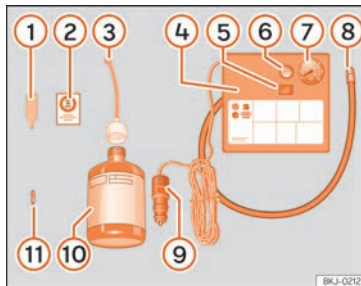

Fig. 68 Représentation standard : contenu du kit anticrevaison.
- Dévissez le capuchon et l'obus de la valve du pneu. Utilisez l'appareil » **fig. 68 ①** pour extraire l'obus. Placez-le sur une surface propre.
- Agitez fortement la bouteille de produit de colmatage des pneus » **fig. 68 ⑩**.
- Vissez le tuyau de gonflage » **fig. 68 ③** sur la bouteille de produit de colmatage. Le
- Retirez le bouchon du tuyau de remplissage » **fig. 68 ③**, puis vissez l'extrémité ouverte du tuyau sur la valve du pneu.
- Placez de nouveau l'obus de valve sur la valve du pneu avec l'outil » **fig. 68 ①**.
- Vissez le tuyau de gonflage du pneu du compresseur » **fig. 68 ⑧** sur la valve du pneu.
- Vérifiez si la vis d'évacuation d'air est serrée » **fig. 68 ⑥**.
- Branchez le connecteur » **fig. 68 ⑨** à une prise de courant de 12 volts du véhicule »  page 168.
- Raccordez le compresseur d'air au commutateur ON/OFF » **fig. 68 ⑤**.